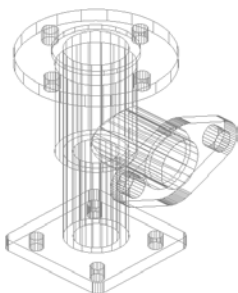

图 9-40 线框
- 线框: 通过使用直线和曲线表示边界的方式显示对象, 如图 9-40 所示。